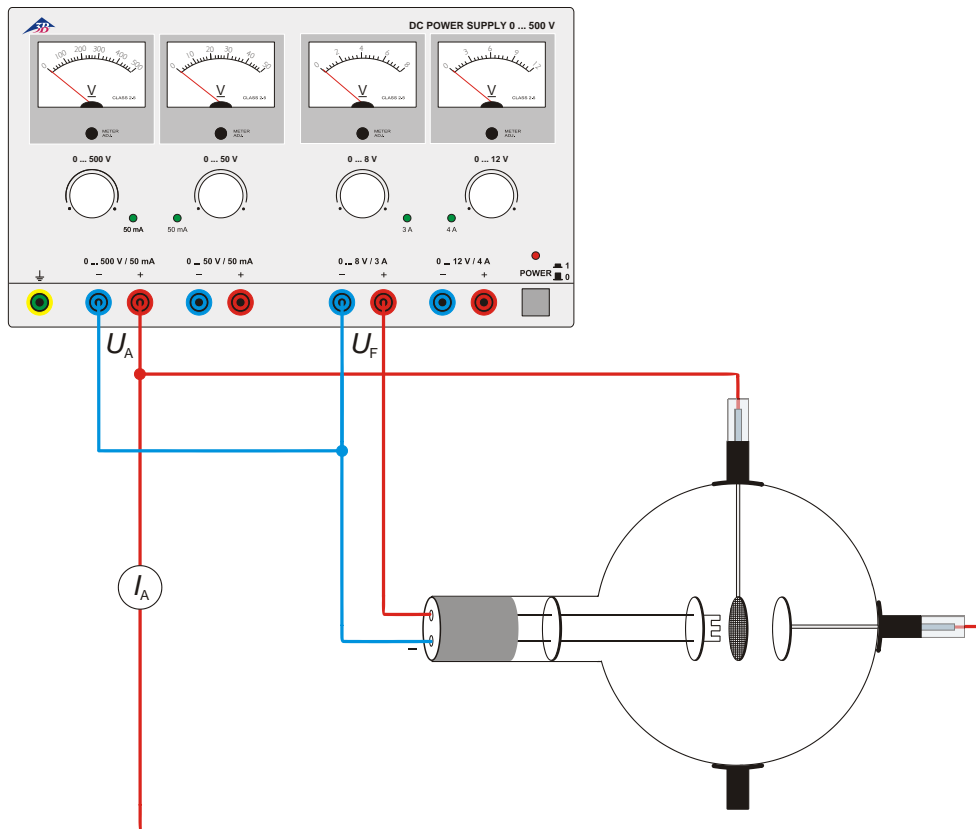

Fig. 2 Décharge semiautonomie
- Montez le circuit de la figure 2.